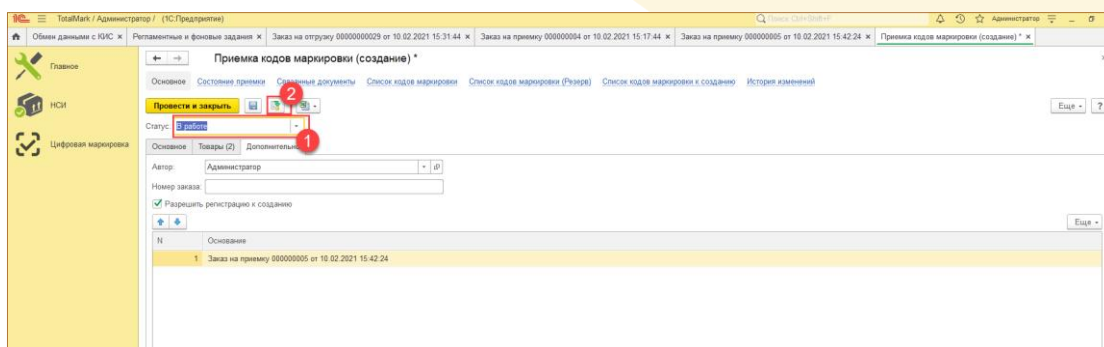

Рис. 10-13 - Работа с Приемкой в Total Mark
4.2. Для того, чтобы приступить к сканированию товаров, требуется установить статус документу «В работе» и провести (Рис. 10-13);